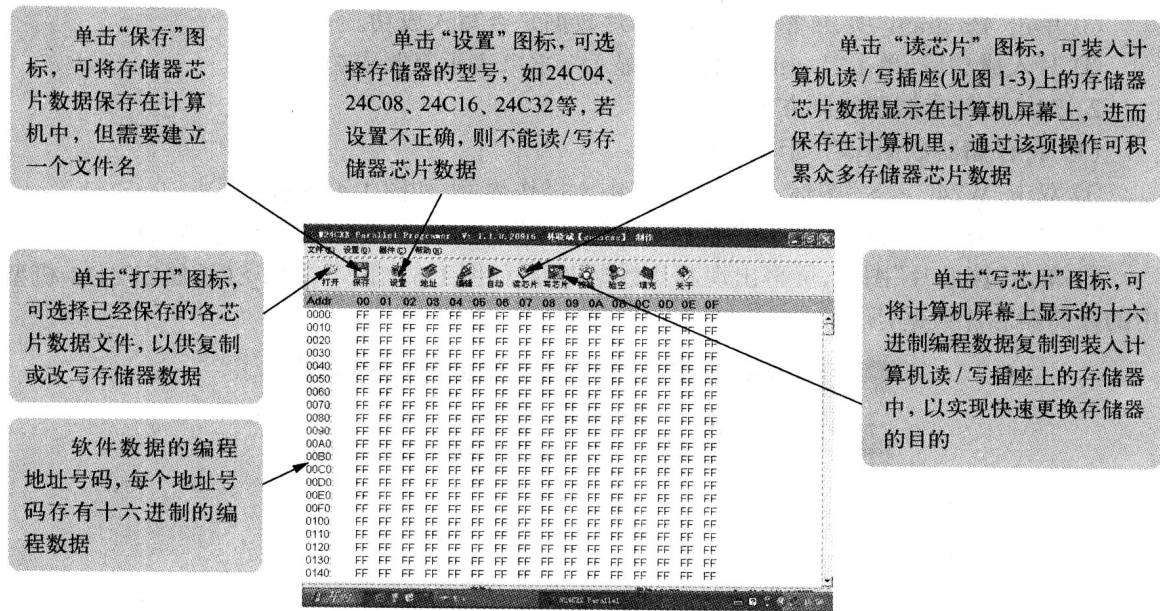
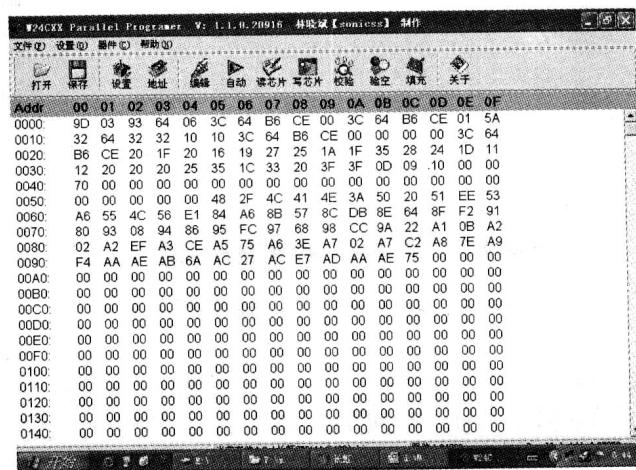
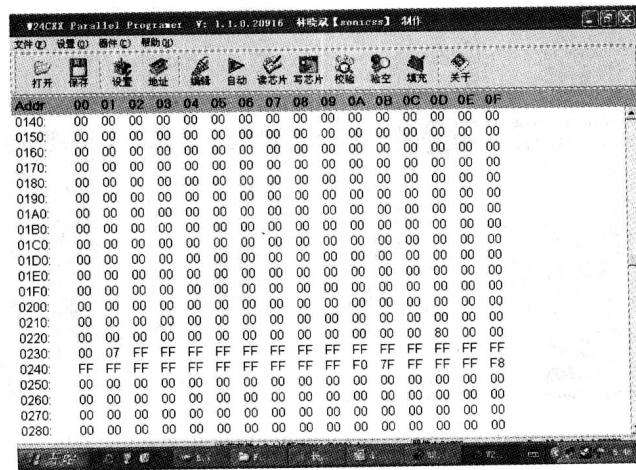
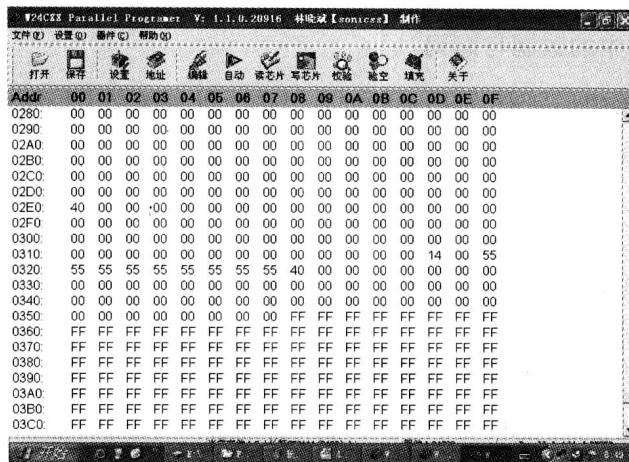

图 1-4 24C××系列存储器操作界面
图 1-6
图 1-7
图 1-8
(1) 将存储器数据保存到计算机中
① 双击“W24Cx××”图标，屏幕上出现中文操作界面，如图 1-4 所示。
② 单击“设置”图标，选择 24C 系列存储器的型号，如长虹 SF2111 机型中为 24C08。
③ 单击“读芯片”图标，屏幕出现芯片数据内容，如图 1-6、图 1-7、图 1-8(长虹 SF2111 机型中的存储器芯片数据)所示。